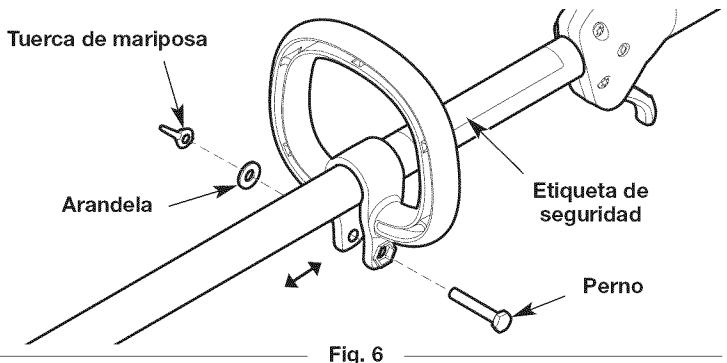

Fig. 6
2. Inserte el perno en el orificio del perno hexagonal y presione para que pase a través de él (Fig. 6). Coloque la arandela en el perno (Fig. 6). Enrosque la tuerca de mariposa en el perno, pero no la ajuste completamente (Fig. 6).
3. Mantenga la unidad en posición operativa (Fig. 15) y mueva la manija hasta una ubicación confortable (Fig. 6). Compruebe que la manija esté ubicada más allá del extremo de la etiqueta de seguridad (Fig. 6).
1. Afloje la tuerca de mariposa (Fig. 6).
2. Mantenga la unidad en posición operativa (Fig. 15) y mueva la manija hasta una ubicación confortable (Fig. 6). Compruebe que la manija esté ubicada más allá del extremo de la etiqueta de seguridad (Fig. 6).